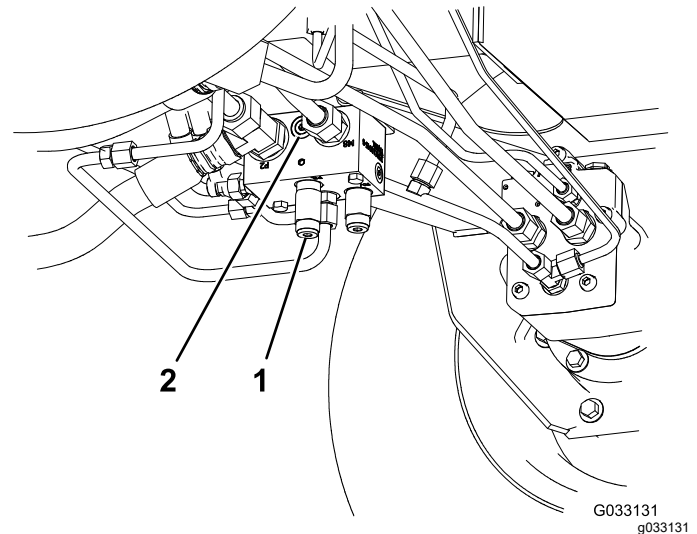

Bild 63
- Toro Bestellnummer 340-77, Hydraulikanschlussstück (2)
1. Installieren Sie das Diagnose-Anschlussstück in dem unmarkierten Anschluss zwischen den Anschlüssen M8 und P2 am Heckantriebverteiler (Bild 63).